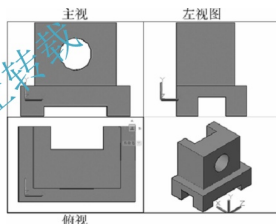

图 13-4 指定投影方向后的视口
(4) 为视口指定投影方向: 按照三视图的排列位置, 激活各个视口(鼠标双击), 使用【视图】工具条, 分别指定主视、俯视、左视三个投影方向, 结果如图 13-4 所示。